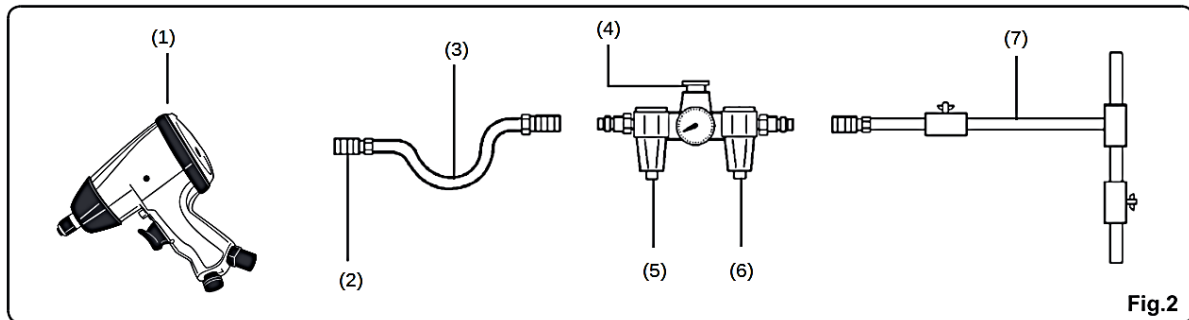

Fig.2
- La atornilladora de impacto neumática de ½" está diseñada para funcionar con aire comprimido limpio y seco regulado a 6 bar (90 psi). El privilegiado sistema consta de un filtro, un regulador de presión y un engrasador automático, el cual debe encontrarse tan cerca como sea posible de la herramienta. Dentro de una distancia de 4,5 m es lo ideal. No utilice aire o gases en botellas (Fig. 2).